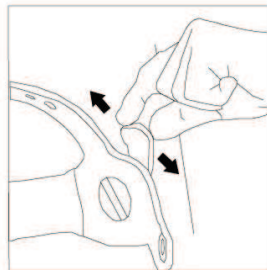

Рис. 4
7.8.2 На боковой стороне сварочной маски существуют фиксированные отверстия. Можно изменить угол поля зрения путём регулировки положения пистона в фиксированных отверстиях (рис. 4)